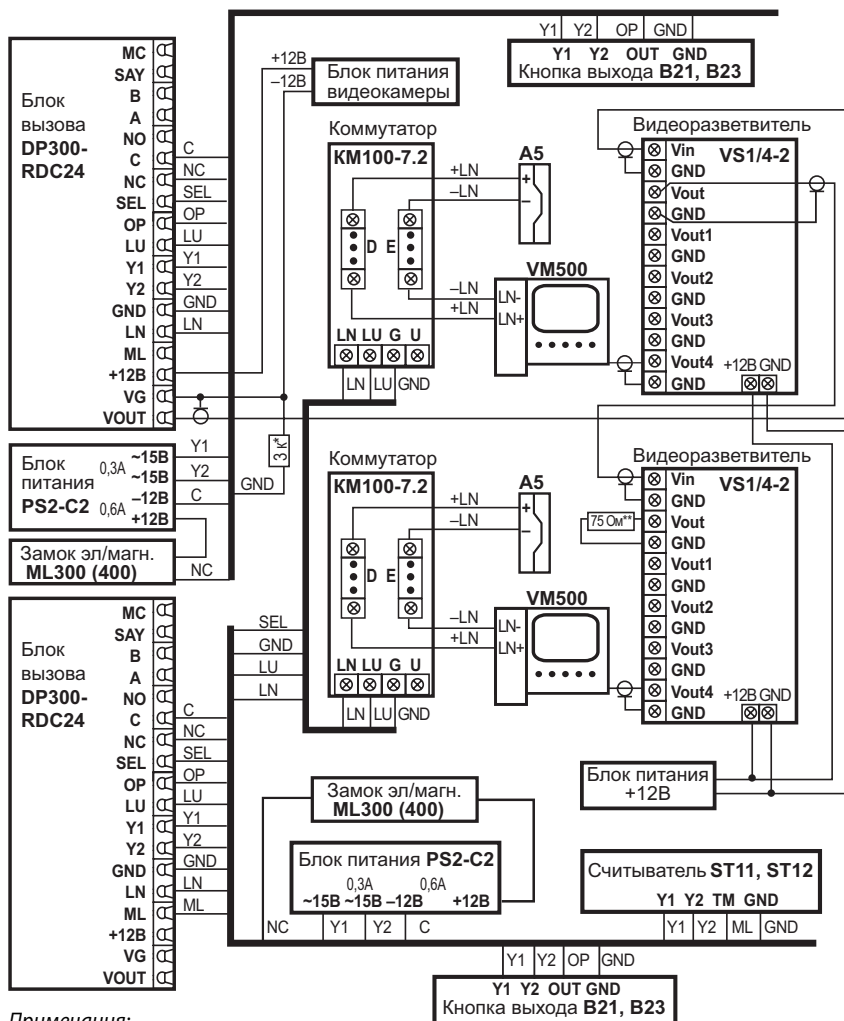

Рис.2 Пример схемы подключения DP300-RDC24 в составе домофонного комплекса
- **“занято”** – показывает, что разговорная линия занята другим БВ, параллельно подключенному к данному БВ (см. рис. 2);
БВ соединяется с остальными блоками системы согласно монтажной схеме (рис.2).
БП подключается к замку и БВ согласно приведенной монтажной схеме (рис.2). БП и КМ имеют специальные клеммные колодки для подключения проводов с соответствующими обозначениями. **Для подключения БП к сети 220 В обязательно(!) должна быть установлена розетка.**
С коммутатором ПА соединяются согласно приведенной монтажной схеме (рис.2) по двум десятипроводным шинам, проложенным в стояке.
Электромагнитный замок подключается к БП и к БВ согласно схеме (*рис.2*). Цепи коммутации электромагнитного замка в БВ содержат схему размагничивания. При подключении **следует соблюдать полярность напряжения**, указанную на схеме, во избежание выхода из строя БВ.